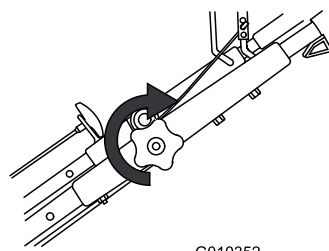

Figura 17
3. Apriete todo lo que pueda el pomo del manillar superior (Figura 17).